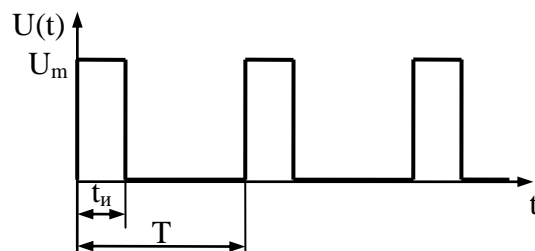

Рис. 3.
12. Определить максимальное U_m значение напряжения импульса по показанию $\alpha_U = 20$ В вольтметра типа В7-26 (содержит преобразователь максимального значения с закрытым входом, шкала проградуирована в действующих значениях синусоидального напряжения), работающего в режиме измерения напряжения переменного тока, если на его вход подана периодическая последовательность прямоугольных импульсов длительностью $t_{и} = 1$ мкс и периодом следования $T = 100$ мкс (рис. 3).